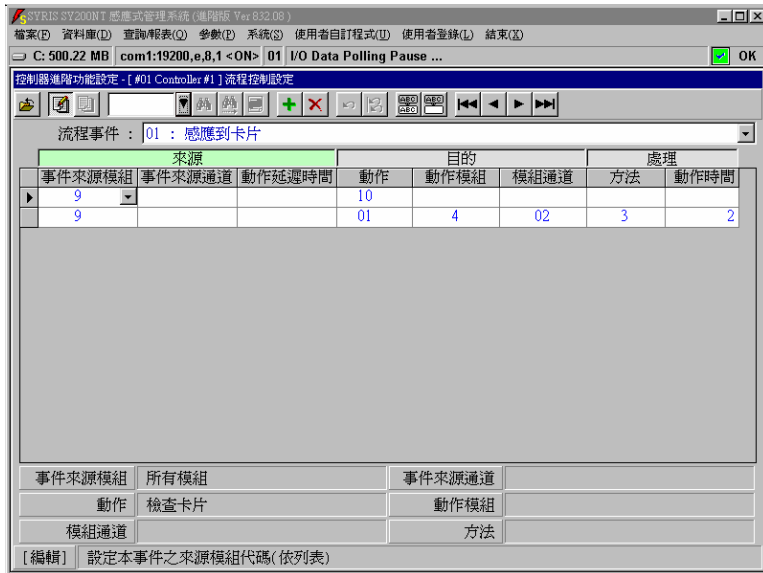

图 1-3 控制器数据 – 进阶功能 – 流程控制设定主画面
5. 点选”流程控制”项目，待画面出现，如图 1-3 所示，即为流程控制设定主画面。